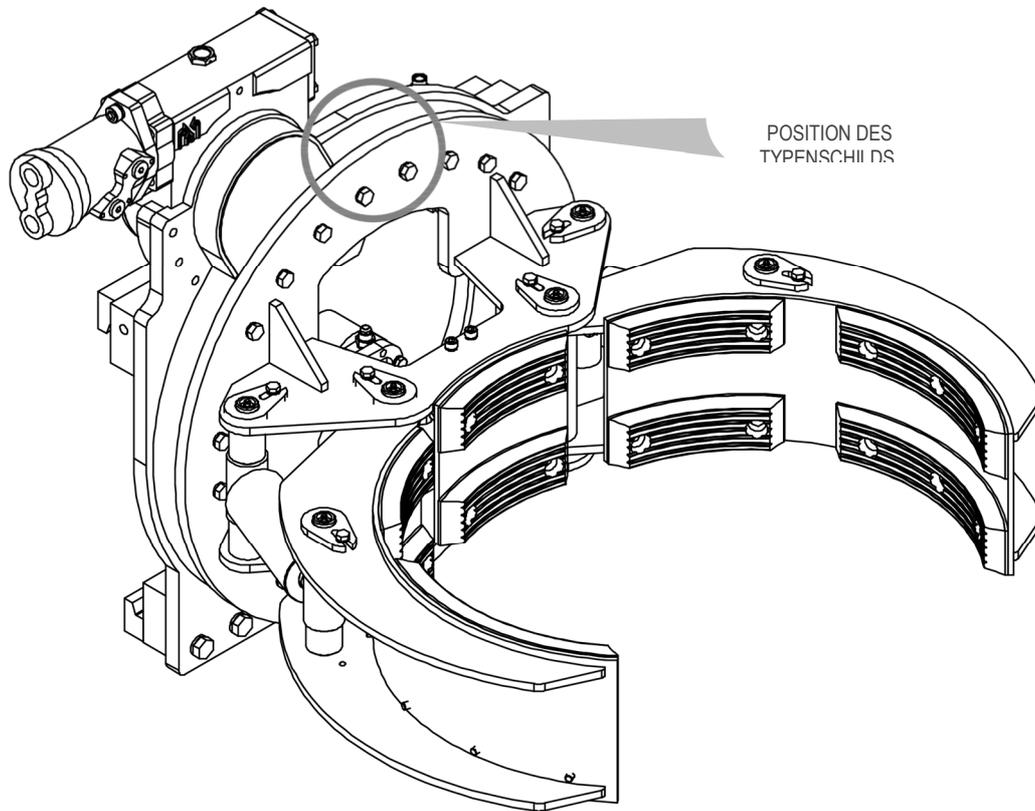

Abbildung 1
Alle Geräte A.T.I.B. – “360°-DREHGREIFER FÜR EIN FASS TYP 636“ werden durch ein Klebeschild (siehe *Tabelle 1*) am Gerät gekennzeichnet (die Position des Typenschilds kann je nach Gerät variieren, siehe *Abbildung 1*). Achten Sie immer auf die Seriennummer.
5. Verwenden Sie für die Handhabung Riemen oder Ketten, die entsprechend dem auf dem Typenschild angegebenen Gewicht des Geräts bemessen sind (siehe *Abbildung 1* und *Tabelle 1* auf Seite 6).
10. Schließen Sie den Hydraulikkreislauf an und stellen Sie sicher, dass der Betriebsdruck der Rohrleitungen höher oder gleich dem auf dem Typenschild angegebenen ist (siehe *Abbildung 1* und *Tabelle 1* auf Seite 6).
6. Verwenden Sie für die Handhabung Riemen oder Ketten, die entsprechend dem auf dem Typenschild angegebenen Gewicht des Geräts bemessen sind (siehe *Abbildung 1* und *Tabelle 1* auf Seite 6).